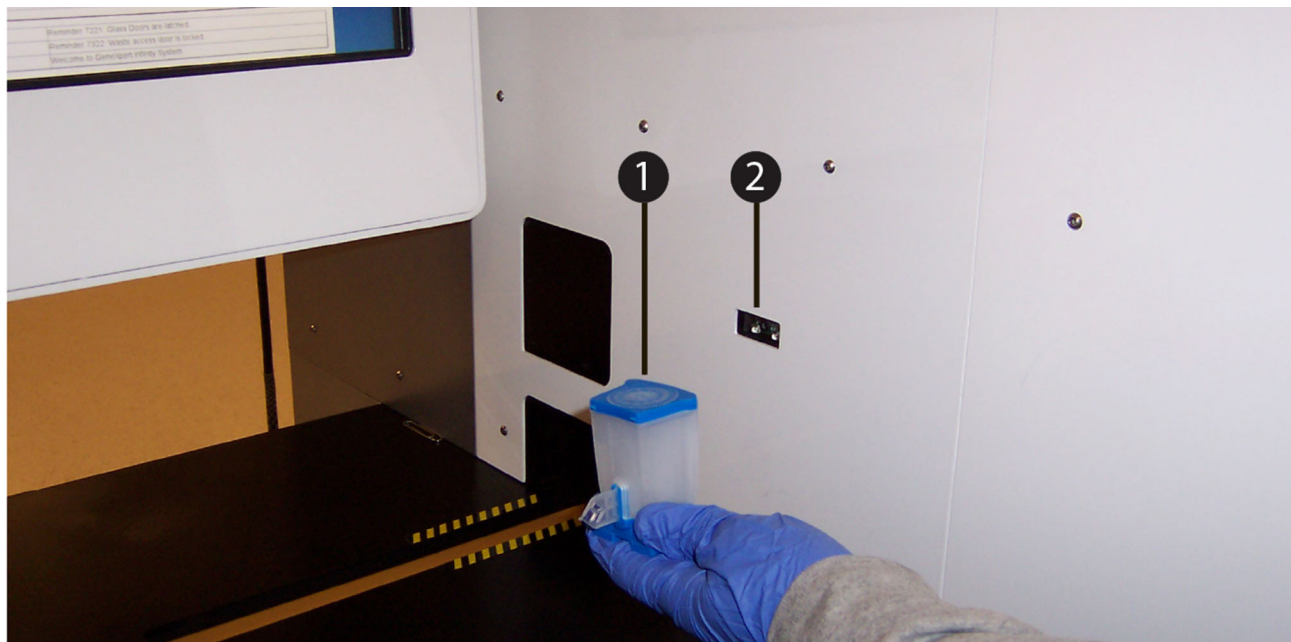

Figura 5-175. Ler o código de barras do cartucho com o leitor de códigos de barras do quiosque
1. Como ilustrado na Figura 5-175, leia o código de barras do cartucho (Item n.º 1) com o leitor de códigos de barras do quiosque (Item n.º 2). É apresentada a área de trabalho Order Test (Pedir teste) – Test Information (Informação do teste). Ver Figura 5-176.